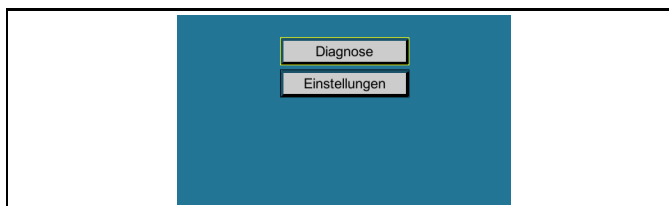

Abb. 5-50: Grundbild Diagnose und Einstellungen
1. Drehschalter (1) in Position "4" (Diagnose und Einstellungen) stellen.
→ Es erscheint das Grundbild " Diagnose und Einstellungen " (Abb. 5-50) auf dem Info- und Bedienterminal (2).